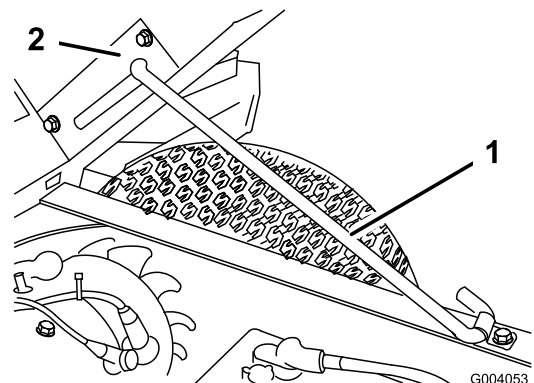

Figure 28
2. Placez la béquille de maintien dans la fente de verrouillage pour bloquer le plateau en position (Figure 28).